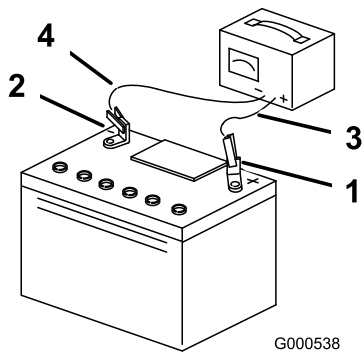

Figura 28
3. Cuando la batería esté completamente cargada, desconecte el cargador de la toma de electricidad, luego desconecte los cables del cargador de los bornes de la batería (Figura 28).